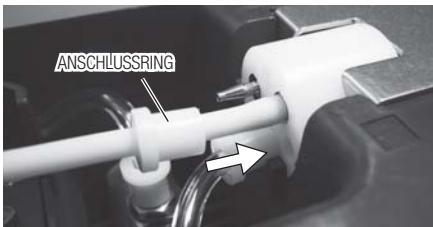

Abb.36
7) Richten Sie die neue Kühlmittelpumpe auf die Antriebswelle aus. Drehen Sie sie im Uhrzeigersinn, bis sie einrastet (Abb. 36).
8) Bringen Sie den Kühlmittelschlauch in der umgekehrten Reihenfolge wie beim Entfernen an (Abb. 32). Der Anschlussring muss fest bis zum Anschlag in die Steuereinheit geschoben werden (Abb. 36).